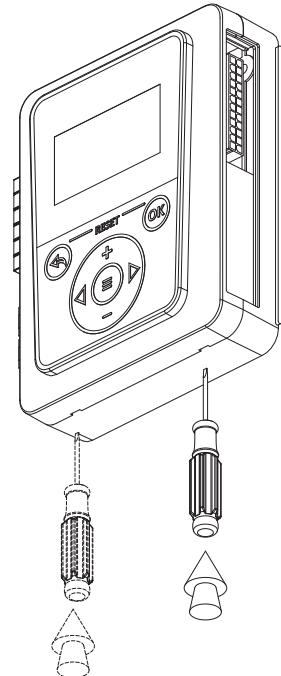

Рис.18 Демонтаж лицевой панели
- снимите лицевую панель контроллера, ослабив защелки с помощью отвертки (**Рис.18**);